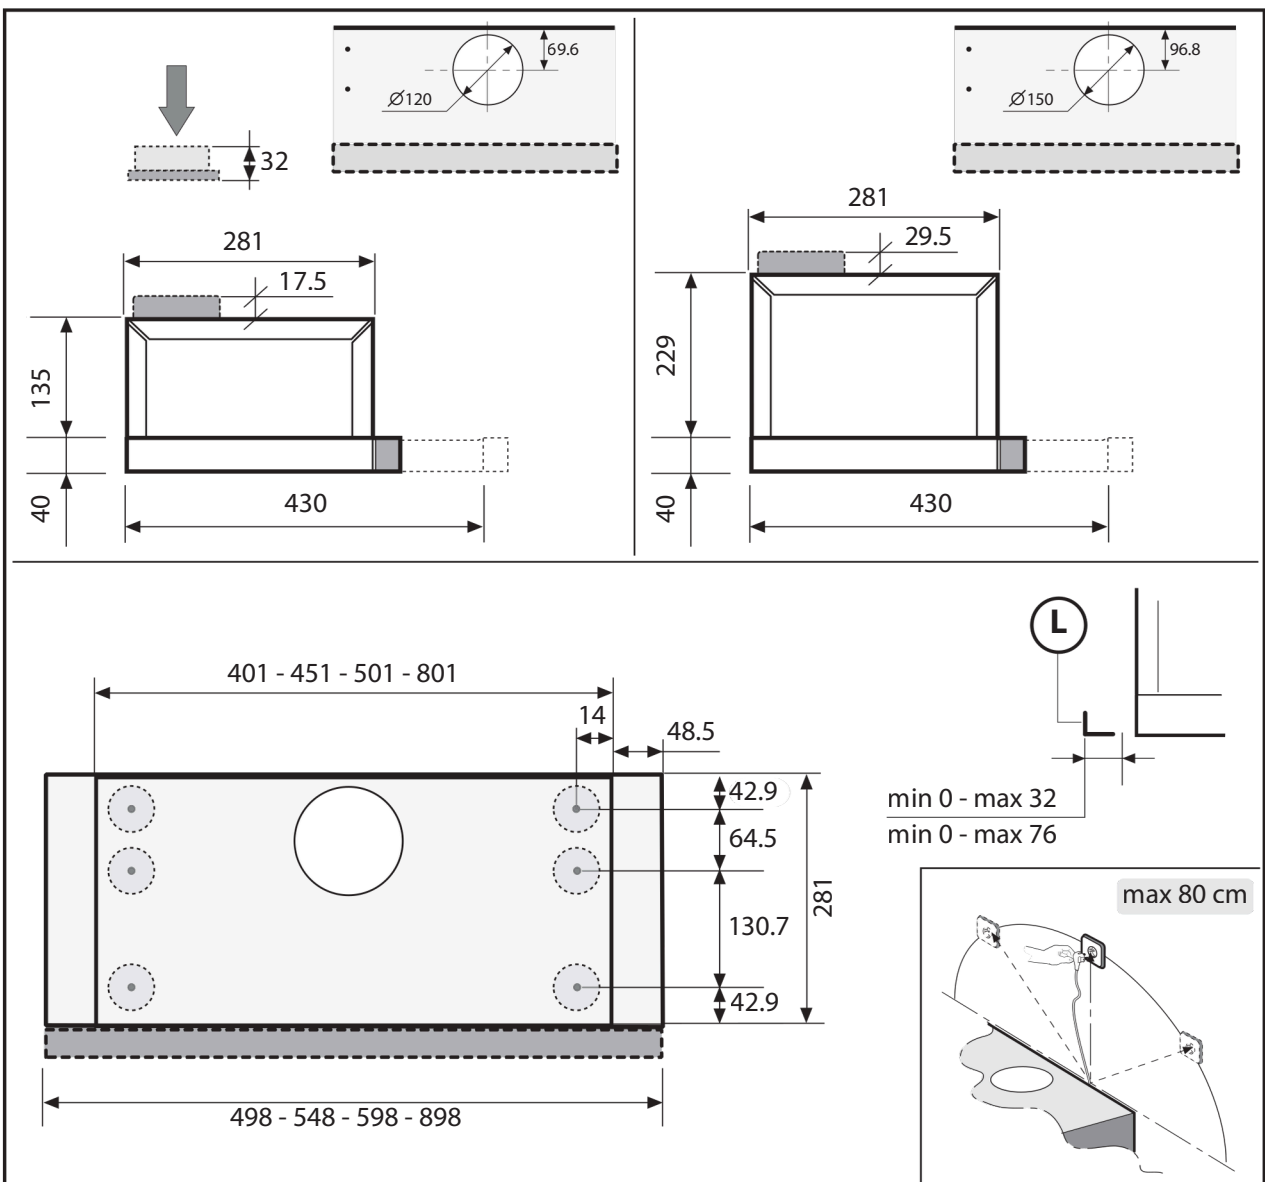
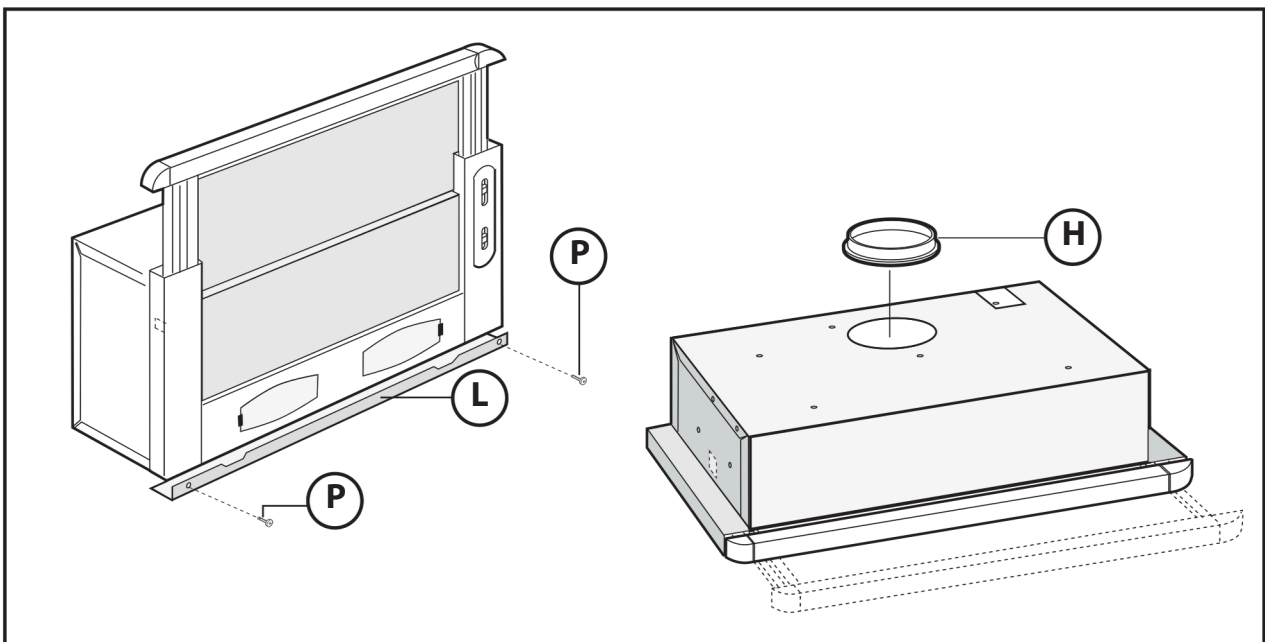

Fig.1
Fig.2
- Denna typ av apparat skall monteras i skåp eller annan typ av stomme. Fyra skruvar som passar typen av material skall användas för att fixera apparaten i hålen enligt schemat på (Fig.1). Kåpans front skall riktas i linje med skåpdörren och distanslisten **L** skall anpassas med hjälp av skruvarna **P** (Fig.2). Justera därefter apparaten i bakkanten.